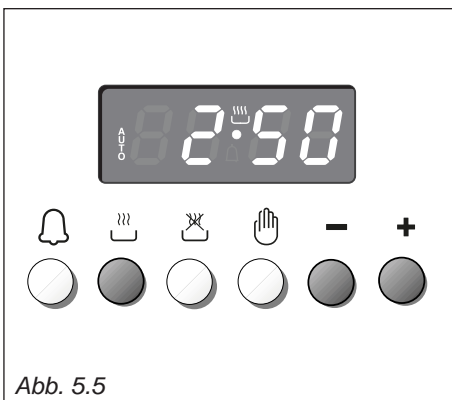

Abb. 5.5
1. Gardauer durch drücken der Taste  und der Taste  oder  einstellen. (Abb. 5.5). (Taste  erhöhen, Taste  verringern). **AUTO** und das Symbol  leuchten auf.